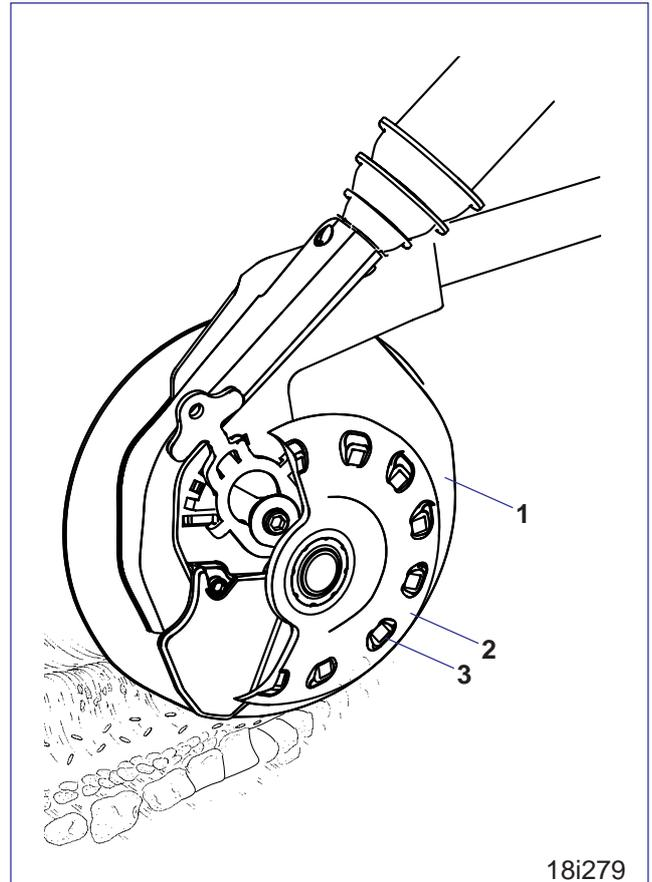
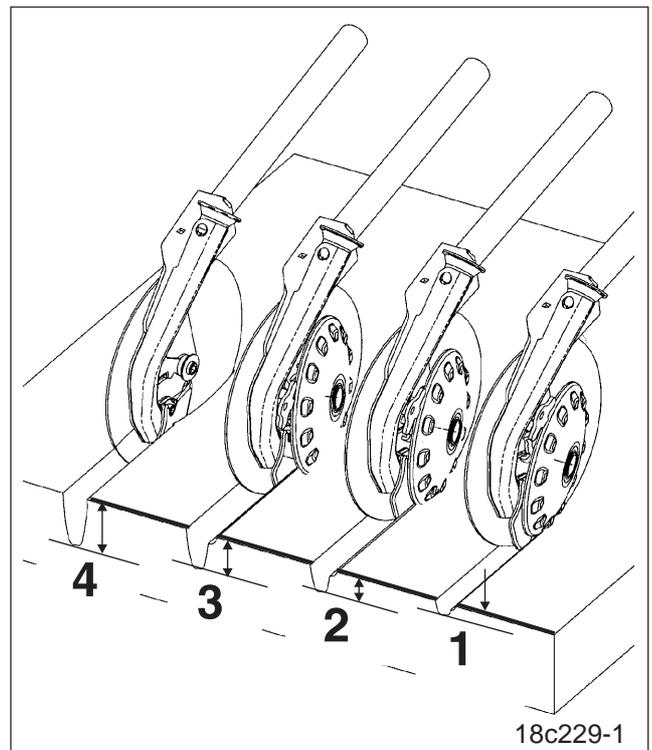

Fig. 2.6
Fig. 2.7
Das AMAZONE RoTeC-Schar (Fig. 2.6) optimiert Sägenauigkeit, Flächenleistung und Lebensdauer bei Pflugsaat und Mulchsaat.
Die Stahlscheibe (Fig. 2.6/1) ist um nur 7° zur Fahrtrichtung schräg gestellt, so dass auch bei hohen Fahrgeschwindigkeiten nur wenig Erde bewegt wird.
Die Saattfurche hat einen annähernd rechteckigen Querschnitt, der durch Stahlscheibe und Hartguss-Körper ausgeformt wird. So entsteht eine stabile Saattrille, die präzise Ablagetiefe garantiert. An der Vorderseite der Scheibe klebt aufgrund des geringen Anstellwinkels auch auf klebrigen Böden kaum Erde an. Die Scheibenseitenrücken werden durch eine Polyurethan (PU)-Scheibe (Fig. 2.6/2) gereinigt. Diese PU-Scheibe kann werkzeuglos und schnell an und abgebaut werden.
Die PU-Scheibe (Fig. 2.6/2) dient auch als Tiefenbegrenzungsrolle, indem sie auf dem Boden abrollt und die Eindringtiefe der Stahlscheibe in den Boden begrenzt. Diese Eindringtiefe kann in drei Stufen, von 2 bis 4cm (Fig. 2.7, Pos. 1-3), mit einem Handgriff eingestellt werden.
Die Noppen (Fig. 2.6/3) der PU-Scheibe erhöhen deren Tragfähigkeit. Für flache Saat auf sehr leichten Böden ist eine Tiefenbegrenzungsrolle mit breiteren Noppen lieferbar.
Für Tiefsaat von mehr als 4cm (Fig. 2.7, Pos. 4) wird die Tiefenbegrenzungsrolle werkzeuglos abgenommen.